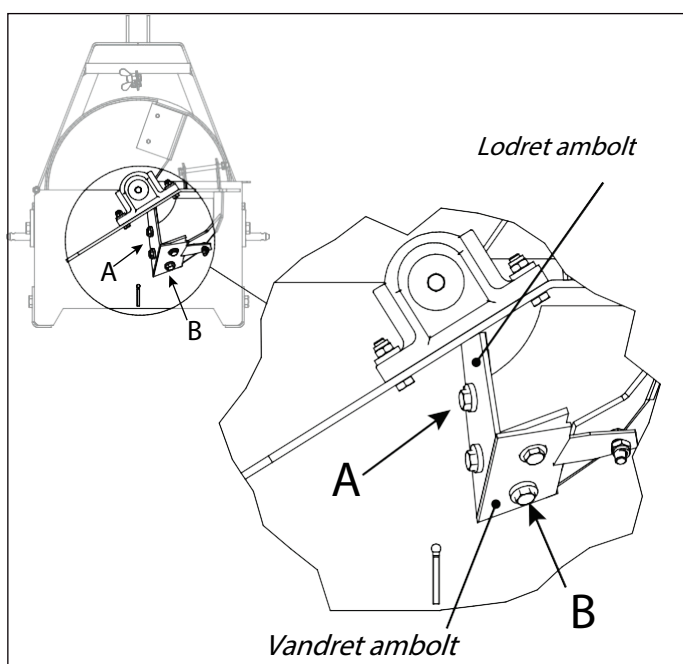

Fig. 16. Amboltens fastgørelsesbolte
Flishuggeren har både en lodret og vandret ambolt. For at kunne afmontere amboltene skal fastgørelsesboltene (A) og (B) (M12) fjernes. Den vandrette skrue til fastgørelse af ambolt (B) er placeret under indfødningsåbningen. Fig. 16.